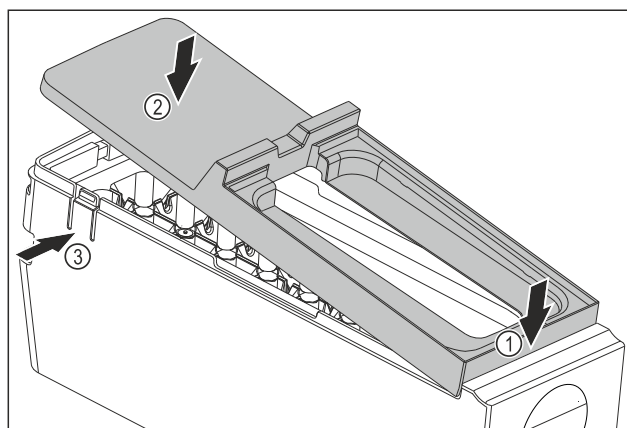

Fig. 109
- Montera skyddet på EasyTwist-Ice-enheten: Sätt in skyddet framtill. Fig. 109 (1)
- Sänk ned skyddet baktill. Fig. 109 (2)
- ▷ Skyddet hakar hörbart i båda skenorna Fig. 109 (3).